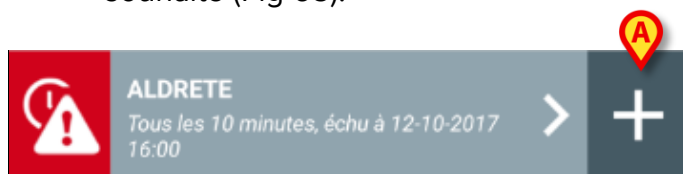

Fig 65
- Taper sur l'icône **+** sur la mosaïque correspondante à l'ensemble de données souhaité (Fig 65).